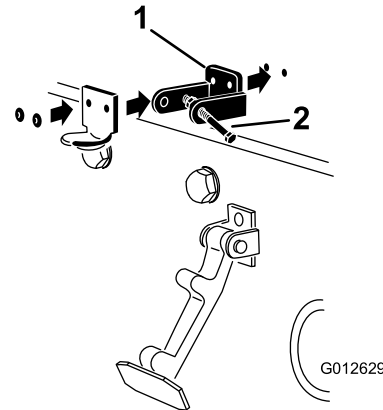

Figura 16
**Nota:** La staffa di bloccaggio deve essere contro il cofano (Figura 16). Non togliete il bullone e il dado dal braccio della staffa di bloccaggio.
5. Rivettate le staffe e le rondelle al cofano (Figura 16).